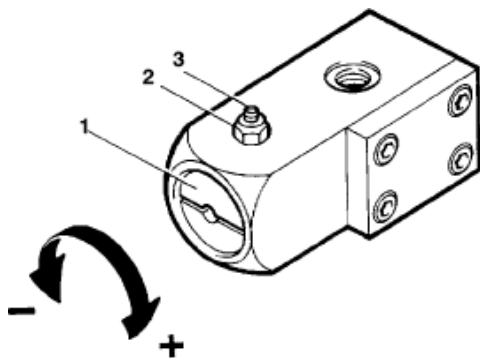

Рис.9. Клапан установочного давления
Клапан установочного давления (Рис.9) отрегулирован до необходимого значения на заводе, и, как правило, не требует обслуживания и корректировки. В случае, если возникла необходимость в повторной регулировке, отпустите контргайку (2) и стопорный винт (3). Отрегулируйте установочное давление поворотом винта (1) при помощи подходящей отвертки. По часовой стрелке - увеличение давления Против часовой стрелки - уменьшение давления.